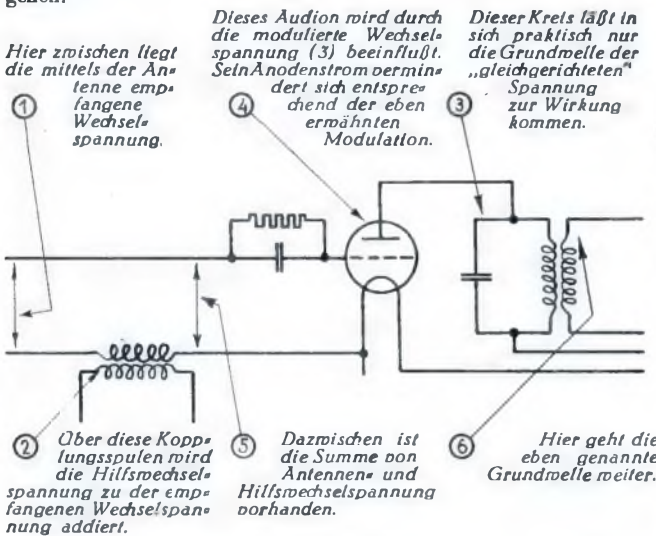

Abb. 1. Die Prinzipschaltung und was in ihr passiert.
Wir kommen jetzt zu Nr. 2. Im Superhet selbst erzeugt man eine zweite Wechselspannung — die Hilfsspannung.1) deren Frequenz ist gleichfalls unveränderlich, aber von der Frequenz der Antennenspannung etwas verschieden. Die Höhe der Hilfsspannung ist konstant. Entweder benutzt man zu ihrer Erzeugung so, wie es in Abb. 1 angedeutet ist, einen besonderen Kreis oder es wird — besser — gleich die in Abb. 1 dargestellte Röhre nebenbei zur Erzeugung der Hilfsspannung mitbenutzt. Die prinzipielle Arbeitsweise ist in beiden Fällen die gleiche. Deshalb habe ich die übersichtlichere — getrennte — Anordnung diesen Zeilen zugrundegelegt.
Abb. 2. Der zeitliche Verlauf der Spannungen in der Schaltung nach Abb. 1. Für den kritischen Leser: Antennen- und Hilfsspannung wurden gleich groß angenommen, weil für diesen Fall die Verhältnisse am übersichtlichsten werden. Ebenfalls der Deutlichkeit halber habe ich die Kurven (4) und (6) phasengleich gezeichnet.
Als Nr. 5 (in Abb. 1) ist ein auf diese Frequenz abgestimmter Resonanzkreis eingeschaltet, der mit Hilfe der dort sichtbaren Sekundärwicklung die zwischenfrequente Spannung weitergibt. Der Vollständigkeit halber soll noch angeschrieben werden, wie die Zwischenfrequenz mit Antenne und Hilfsfrequenz in Zusammenhang steht. Die Frequenz der Spannung 6 ist eben so groß wie die der Anodenstromänderungen.